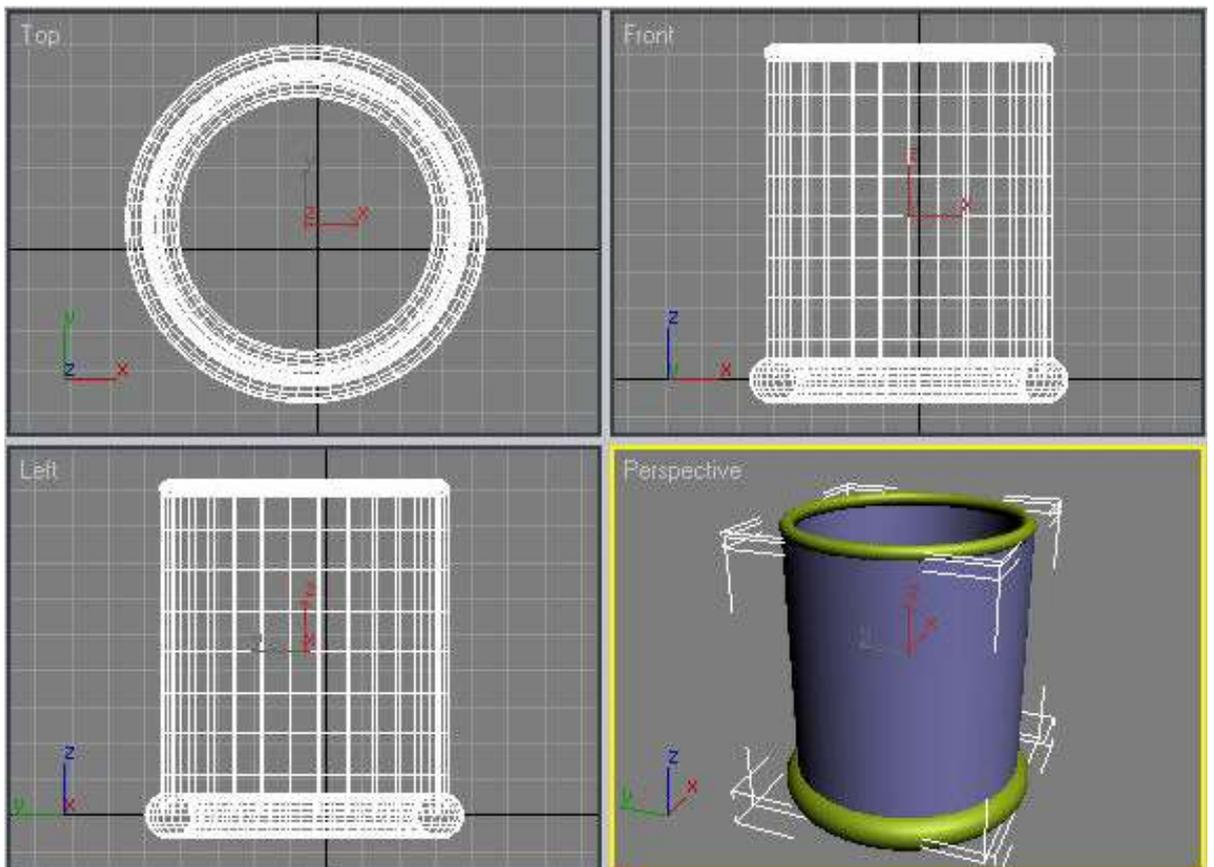

Рис. 9 – Чашка почти готова
14. Чтобы придать чашке устойчивость, необходимо сделать ее основу более толстой. Убедитесь, что выделен объект Torus02, перейдите на вкладку **Modify (Изменение)** и измените значение параметра Radius 2 (Радиус 2) на 16. Вы получите изображение, показанное на рис. 9.